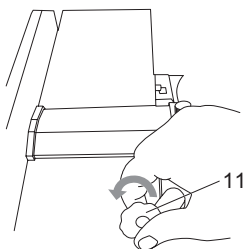

Fig. 10
- > Gire la manivela de ajuste de la altura (11) en sentido antihorario para bajar la mesa de la cepilladora. (Fig. 10)